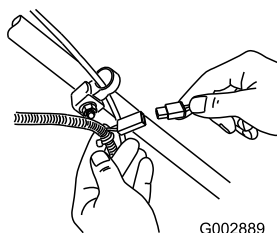

Figura 45
1. Conecte el cargador al arnés de cables del cortacésped, situado debajo de la llave de contacto (Figura 45).